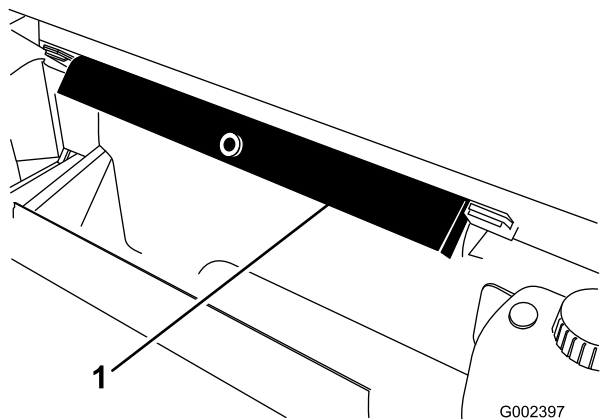

図 6
6. ROPS パネルの後ろについている保管用ブラケットから荷台サポート（安全サポート）を取り外す（図 6）。